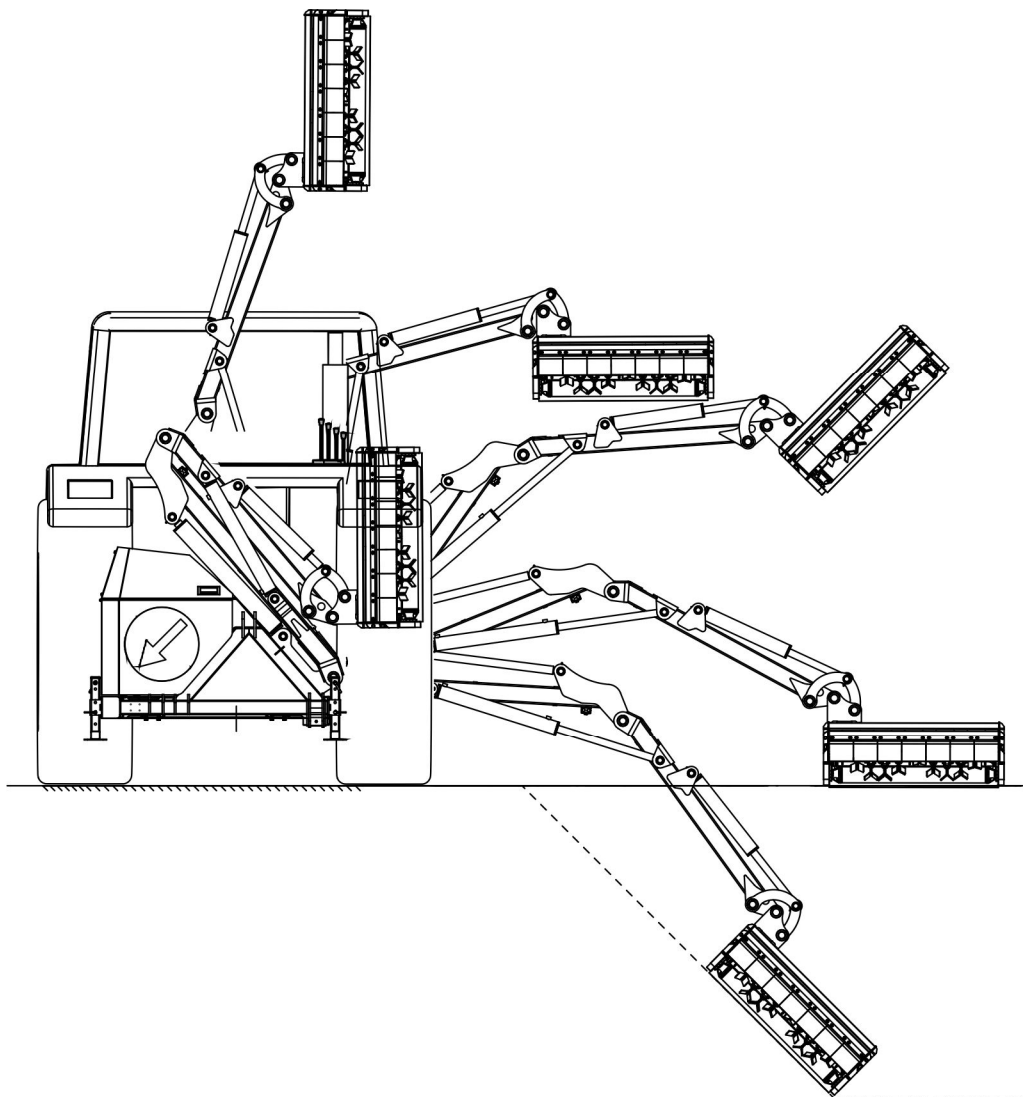

ABBILDUNG 4.11 Arbeitsstellungen des Multifunktionsauslegers mit Mähkopf GK90L
- Positionieren Sie den Arbeitskopf an der dafür vorgesehenen Stelle mittels geeigneter Hydraulikzylinder (ABB. 4.11);